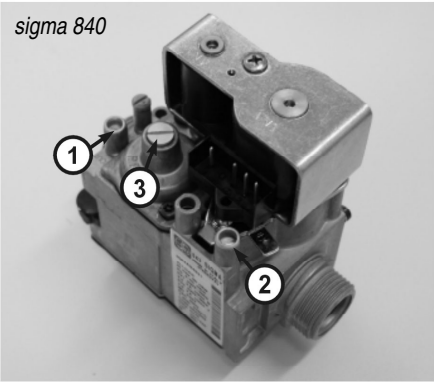

Рис. 13
- 1. Ослабьте винт измерительного места входного давления газа на одном из газовых клапанов (рис.13/поз.2)
8. Ослабьте покрытие на газовом клапане (рис. 13 / поз. 3), которое находится ближе к котлу и осторожно закрутите размещенный внутри пластмассовый винт мощности (максимальная мощность).